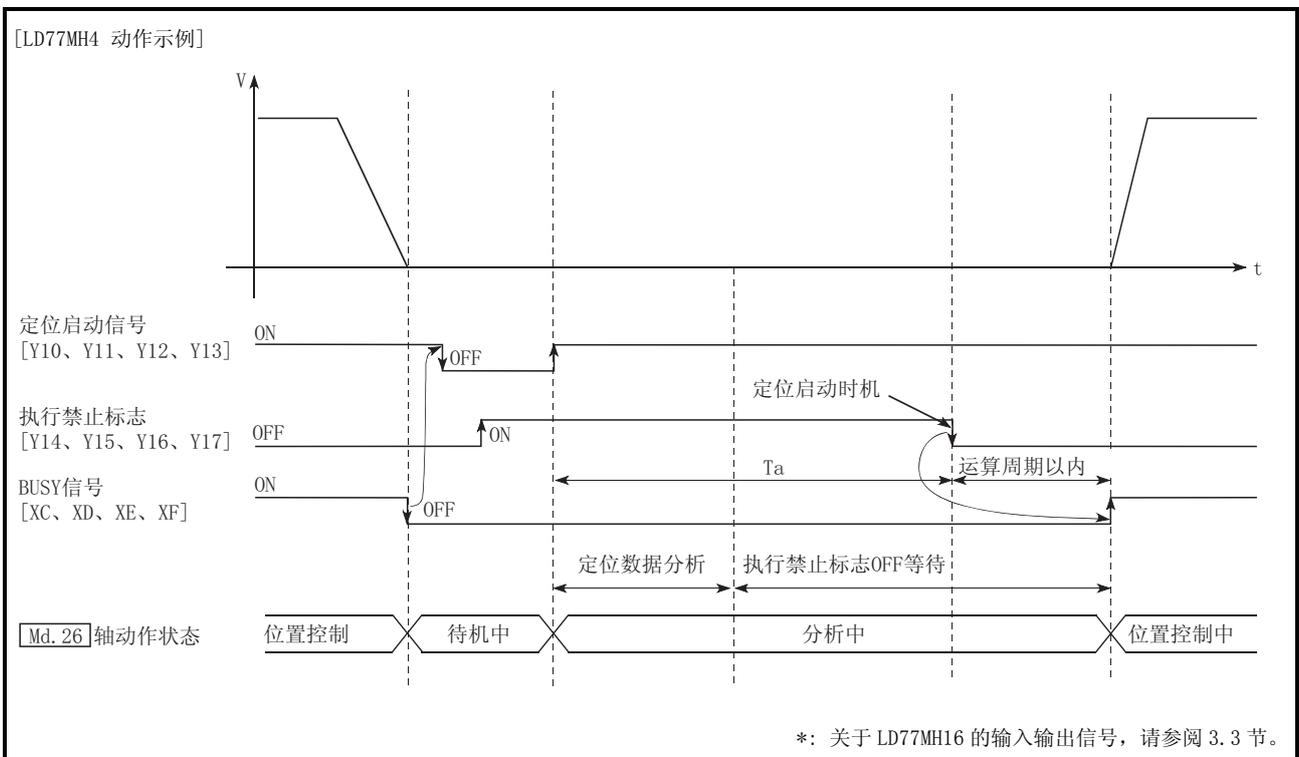

图 13.48 预读启动功能的动作
通过在执行禁止标志 ON 的状态下将定位启动信号置为 ON，或者通过执行专用指令 (ZP.PSTRT1、ZP.PSTRT2、ZP.PSTRT3、ZP.PSTRT4) 可以执行预读启动功能。如果在执行禁止标志 ON 的状态下进行定位启动，将进行定位数据分析，但是不进行伺服启动。在执行禁止标志 ON 时，“Md. 26 轴动作状态”将保持为“5: 分析中”不变。如果将执行禁止标志置为 OFF，在运算周期以内将开始伺服启动，“Md. 26 轴动作状态”将变为符合各控制方式的状态 (位置控制中、速度控制中等)。(参阅图 13.48)
- (1) 定位数据分析所需时间最多为 0.88ms (LD77MH4) / 3.55ms (LD77MH16)。
- (2) 定位数据分析后，变成执行禁止标志 OFF 等待状态。在执行禁止标志 OFF 等待状态下变更了定位数据时，不能反映变更数据。进行定位数据变更时应在定位启动信号 ON 之前进行。
- (3) 从定位启动信号 ON 开始，到完成定位数据分析之前执行禁止标志变为 OFF ( $T_a < \text{启动时间}$ ,  $T_a$ : 参阅图 13.48) 时，预读启动功能无效。
- (4) 在“**Cd. 3** 定位启动编号”中通过预读启动功能可以定位启动的数据 No. 仅为 No. 1~600。在设置 No. 7000~7004、9001~9004 进行预读启动功能时会导致超出启动编号范围出错(出错代码:543)。
- (5) 将执行禁止标志置为 ON 时，必须与定位启动信号同步或在将定位启动信号置为 ON 之前进行。定位启动信号 ON 后，即使在  $T_a$  期间将执行禁止标志置为 ON，有时也不能变成预读启动。在执行禁止标志 OFF 的状态下启动定位后，即使将执行禁止标志置为 ON，预读启动功能也无效。(在下一次的定位启动时变成有效。)